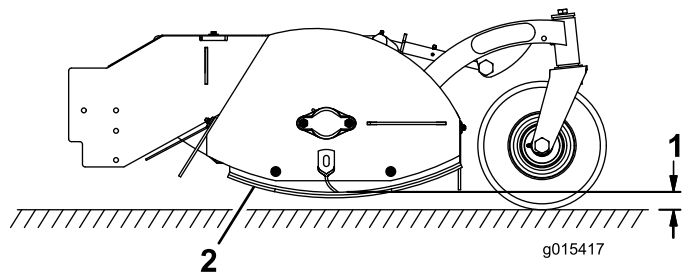

Bild 4
3. Lösen Sie die beiden Schrauben und Muttern, mit denen die Antiskalpierkufe befestigt ist, und heben sie diese an oder senken Sie diese ab, so dass sie niedriger als die Messer liegt, aber den Boden nicht berührt (Bild 4).